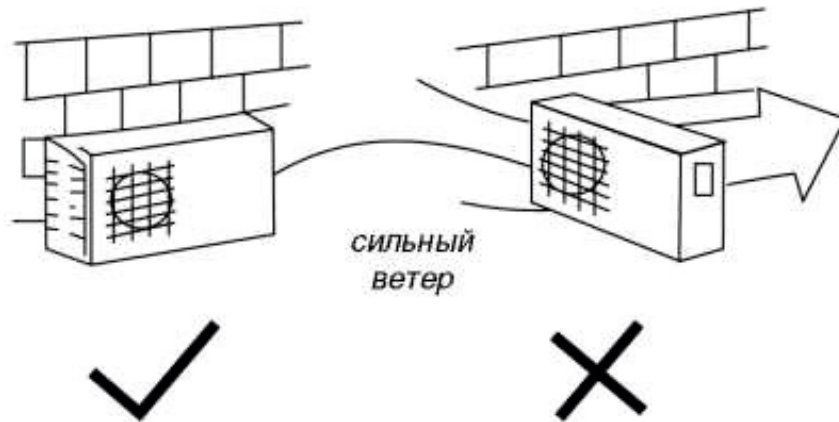

Рис.7
6. Если в том месте, где устанавливается внешний блок кондиционера, бывает сильный ветер (например, на морском побережье), разместите блок вдоль стены или оградите его защитными пластинами. В противном случае вентилятор кондиционера не сможет нормально работать при сильном ветре (рис.7)